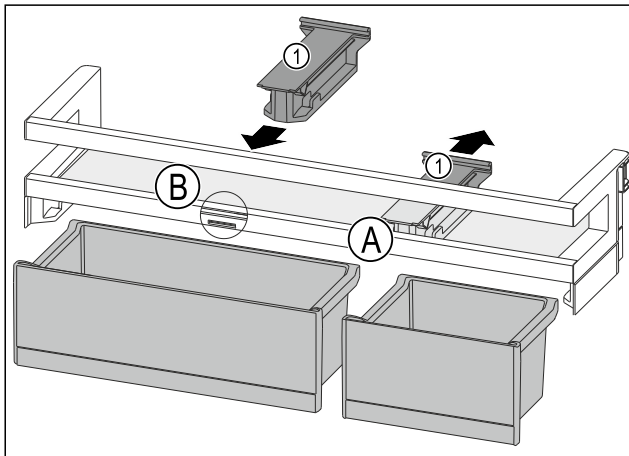

Fig. 118
- ▶ 将定位件 Fig. 118 (1) 向后拉至位置 Fig. 118 (A)。
- ▶ 将定位件 Fig. 118 (1) 插入至位置 Fig. 118 (B)。